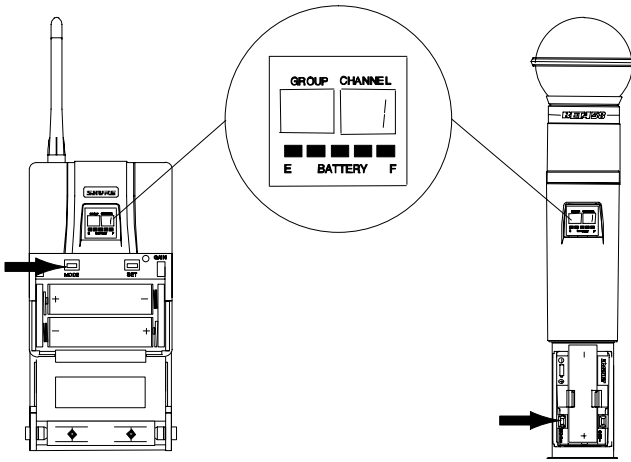

ABBILDUNG 40
5. Die MODE-Taste nochmals drücken, bis nur noch die Kanalnummer angezeigt wird (Abbildung 40).